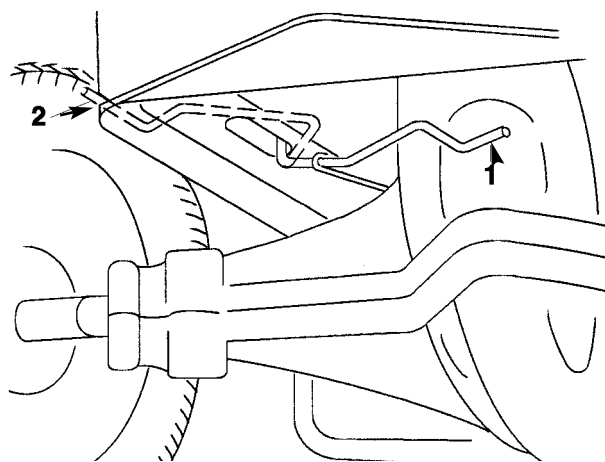

Fig. 12
2. Sæt drivarmen på "SKUBNING" (PUSH). Hermed frakobles drivsystemet, så hjulene kan dreje frit (fig. 12).
1. Sæt drivarmen på "BETJENING" (OPERATE). Hermed tilkobles drivsystemet (fig. 12).